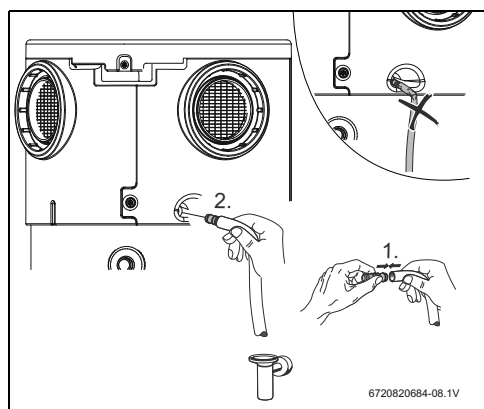

Fig. 12 Recolha dos condensados
- ▶ Fazer a ligação entre o tubo dos condensados e o dreno de condensados antes de posicionar a peça no aparelho (Fig. 12).